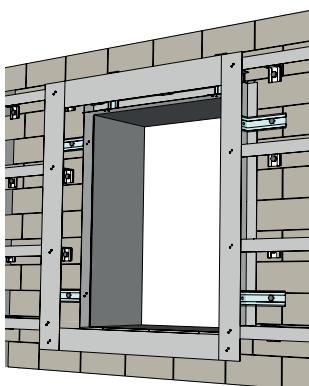
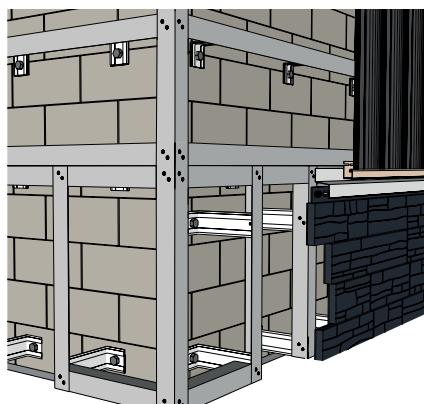
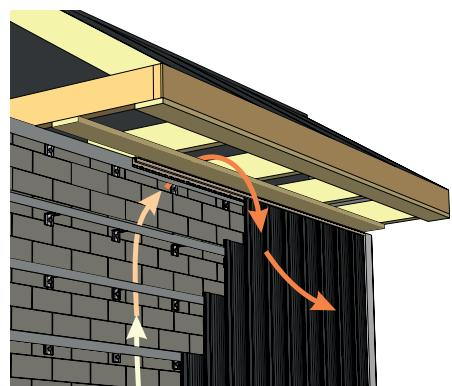

Рисунок 18.
Рисунок 19.
Рисунок 20.
- 9.9** Для металлической и деревянной обрешетки, вокруг оконных, дверных и прочих проемов (рис.18), между цокольной и фасадной частью (рис.19), между этажами, под кровельным свесом (рис. 20) обрешетка устанавливается сплошной и широкой (100-150 мм) для возможности крепления в нее доборных элементов и фасадного материала.